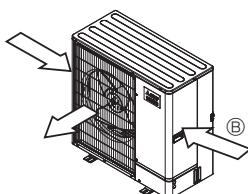

Fig. 2-4
- Anbring om muligt enheden således, at luftudblæsningen blæser vinkelret på den fremherskende vindretning. (Fig. 2-4)